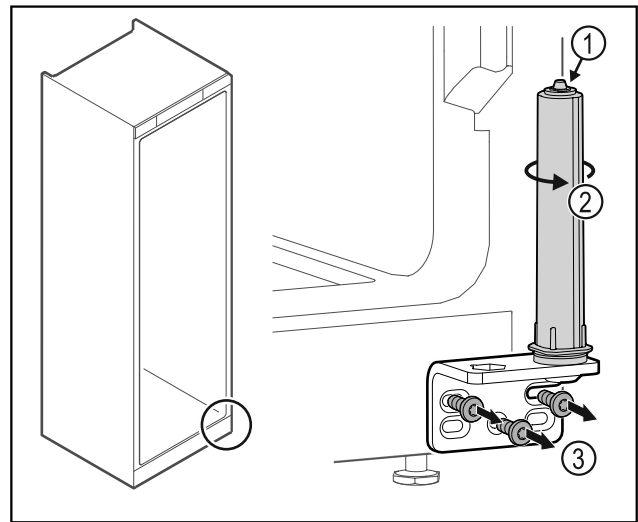

Fig. 36
▶ Не разглобявайте затварящата система на вратата Fig. 36 (1).
- ▶ Въртете затварящата система Fig. 36 (2), докато тя щракне.
- ▶ Развинтете ъгъла на пантата Fig. 36 (3).